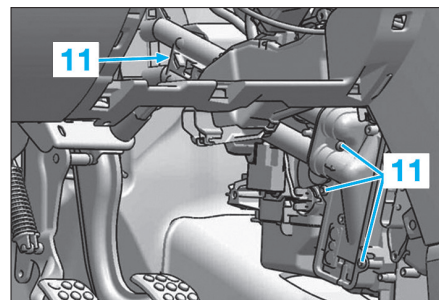

Fig. 24
- Déposer les écrous de fixations (7) et extraire la pédale d'accélérateur.
- Déposer l'agrafe (6), puis extraire la buse d'air (9).
- Déposer les vis (11) (Fig.24).